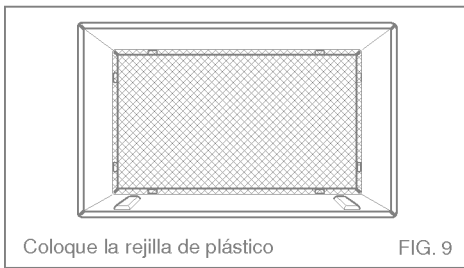

FIG. 9
- Extraiga la parte posterior de los bloques de soporte y fíjelos en el interior del alojamiento de la pared según se muestra en la FIG 9. Deslice el deflector en las ranuras de los bloques de soporte.